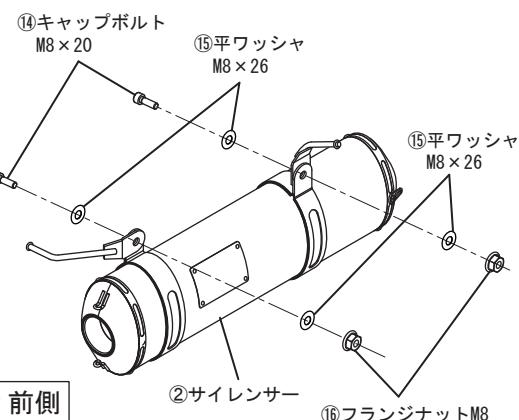

FIG. 1
3. ④サイレンサーバンド F に⑧サイレンサーバンド用スペーサーラバーを取り付けてから②サイレンサーに通し、カバーの前端から 20mm の位置で⑭キャップボルト M8 × 20、⑮平ワッシャ M8 × 26、⑯フランジナット M8 を使用して仮締めして下さい。 (FIG. 1 参照)
4. ⑤サイレンサーバンド R に⑧サイレンサーバンド用スペーサーラバーを取り付けてから②サイレンサーに通し、カバーの後端から 160mm の位置で⑭キャップボルト M8 × 20、⑮平ワッシャ M8 × 26、⑯フランジナット M8 を使用して仮締めして下さい。 (FIG. 1 参照)
- 二本あるサイレンサーバンドのうち、ハンガーが縦に伸びている方が⑤サイレンサーバンド R となります。